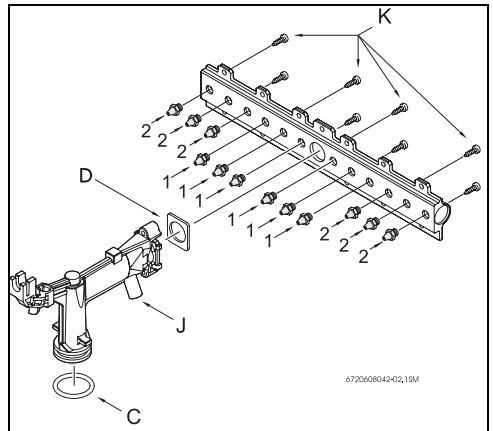

Рис. 4
- ▶ Выкрутить винты К и снять две половины основной горелки (Рис. 4, [K]).
- ▶ смонтировать обе части основной горелки и, если необходимо, заменить прокладки между соединительным патрубком и планкой (Рис. 4, [D]).
- ▶ заменить прокладку (Рис. 4, [C]).